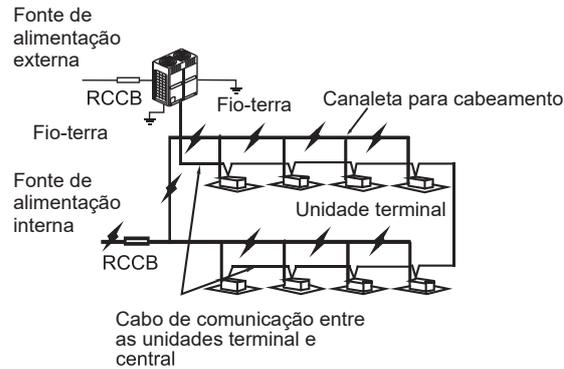

Figura 6.6
- A fiação de comunicação entre as unidades terminal e central deve conectar uma unidade depois da outra em um encadeamento da unidade central para a unidade terminal final e a camada isolada deve ser devidamente aterrada e deve ser adicionado um resistor de correção à última unidade terminal para melhorar a estabilidade do sistema de comunicação (consulte a Figura 6.6).